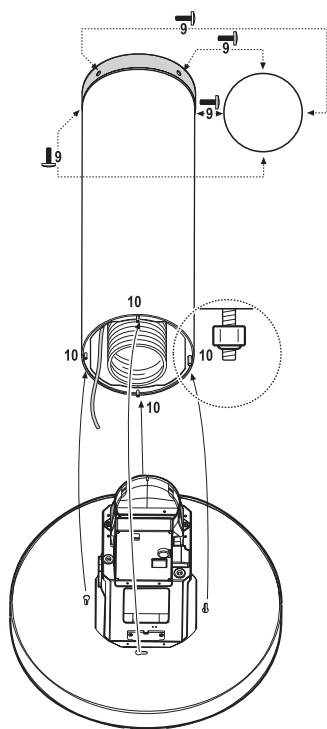

Fig. 3
8. Afmærk og forbor 4 huller i skorstenen som derefter monteres til loftflangen vha. 4 x selvsikrørende skruer. (fig. 3)
9. Flexslangen (bør hænge 10-15cm under skorstenen) monteres på motorens afgangsslange. (fig. 3)